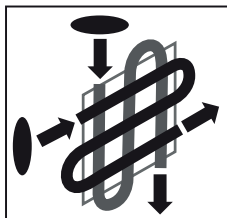

Рис. 5
2. Ведение краскопульта вдоль окрашиваемой поверхности осуществляйте непрерывной зигзагообразной линией в направлении, соответствующем установленному факелу: горизонтально - при вертикальном факеле; вертикально - при горизонтальном (Рис. 5);